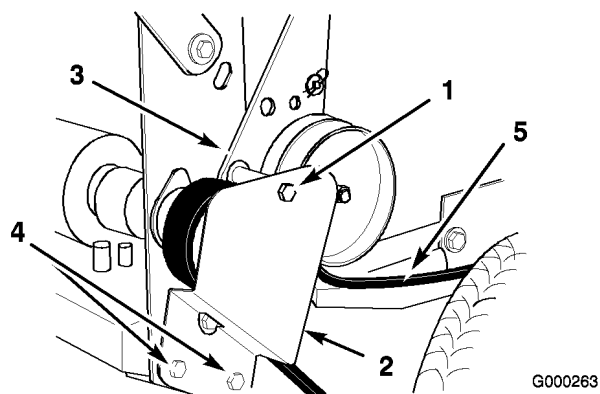

Figura 42
1. Retire el tornillo de caperuza que fija los soportes de la polea tensora al bastidor trasero (Figura 42).
2. Afloje los dos tornillos de montaje inferiores según sea necesario para que la correa pueda pasar entre la polea de transmisión y el soporte de la polea tensora (Figura 42).
5. Coloque el tornillo de caperuza que fija los soportes de la polea tensora al bastidor trasero (Figura 42).
6. Apriete los dos tornillos de montaje inferiores según sea necesario para que la correa pueda pasar entre la polea de transmisión y el soporte de la polea tensora (Figura 42).